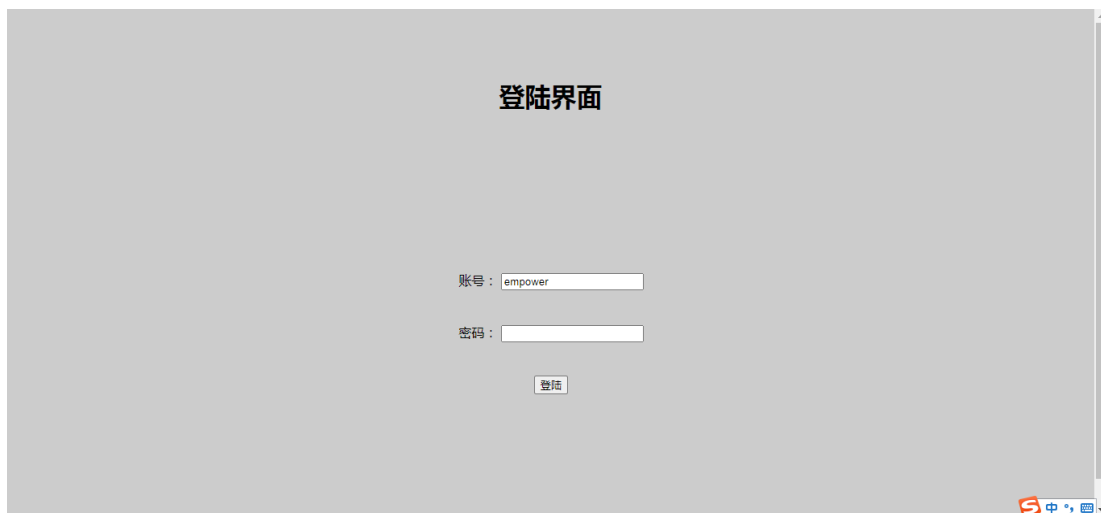

图 5.6
(1)网页访问 192.168.3.137，会出现图 5.6 所示的登录界面。（输入账号：**empower** 密码：**123456**）点击“登陆”，进入图 5.7 所示的“主界面”。